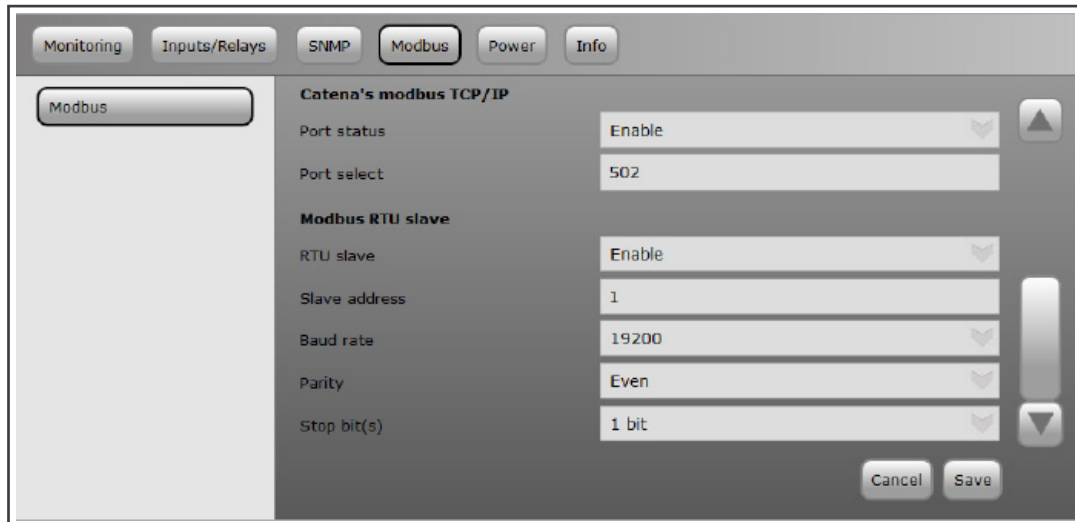

Abbildung 7: Modbus-Einstellungen in T2S ETH
7. Überprüfen Sie, ob die **Modbus RTU**-Parameter mit der **T2S-ETH** im Abschnitt Modbus übereinstimmen (Abb. 7).